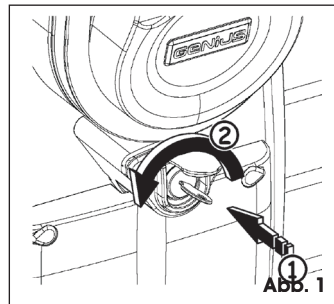

Abb. 1
1. Inserte la llave personalizada y colóquela en posición de "STOP", para ello gírela en sentido antihorario hasta su tope, Fig. 1.
1. Den ID-Schlüssel einsetzen und gegen den Uhrzeigersinn bis zum Anschlag auf „STOPP“ drehen, Abb. 1.
1. Steek de gepersonaliseerde sleutel erin en zet hem op "STOP" door hem tegen de wijzers van de klok in te draaien tot hij niet verder kan, Fig. 1